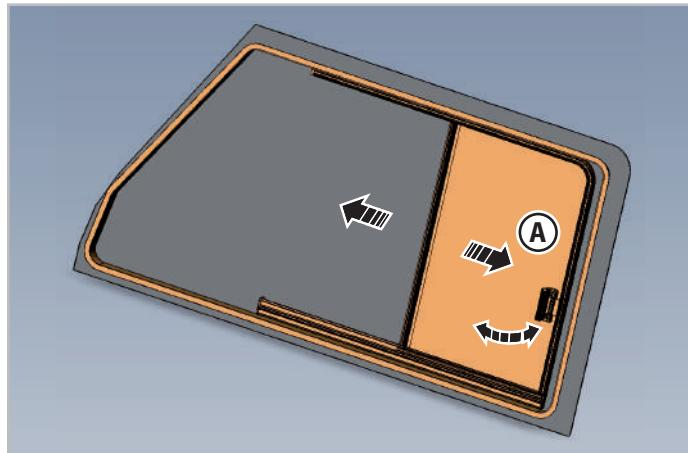

Fig.3.2 - Baie coulissante côté passager
1. Appuyer sur le crochet de la poignée arrière (A - Fig.3.2) et libérer celle-ci du dispositif de retenue pour débloquer la baie.
2. Tirer la poignée (A - Fig.3.2) en ouvrant la baie jusqu'à la position souhaitée.
1. Tirer la poignée (A - Fig.3.2) en ramenant la vitre en position fermée jusqu'à ce que la poignée soit complètement accrochée au dispositif de retenue.